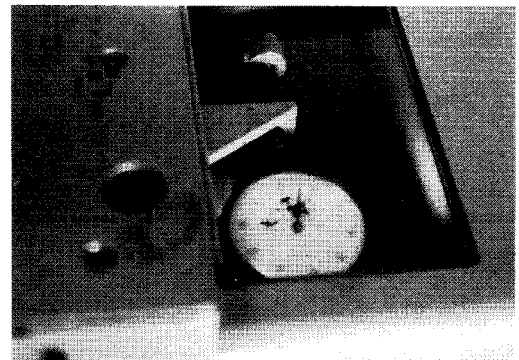

図 2-26
- ② テーブル右端にあるダイヤルゲージの零点設定を行う (図 2-26)。